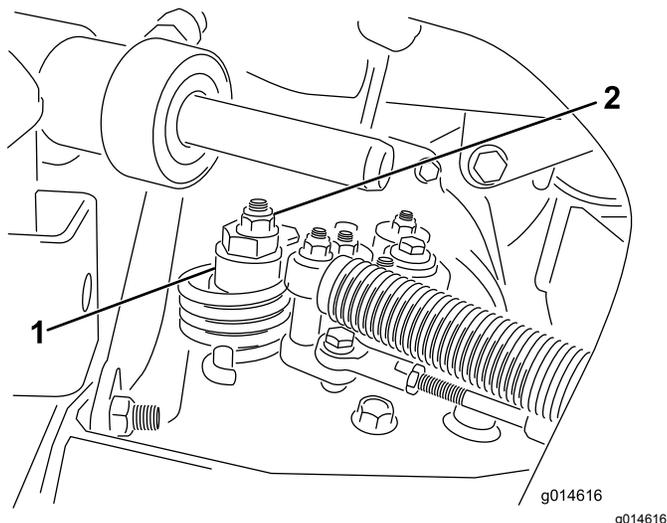

Рисунок 40
- A. Ослабьте контргайку крепления эксцентрика к верхней части гидростата (Рисунок 40).
- C. Поворачивайте эксцентрик до тех пор, пока не прекратится медленное вращение колеса в любом направлении. Когда колесо перестанет вращаться, затяните гайку, которая фиксирует эксцентрик и регулировку (Рисунок 40). Проверьте регулировку при положениях дроссельной заслонки МЕДЛЕННО и БЫСТРО.